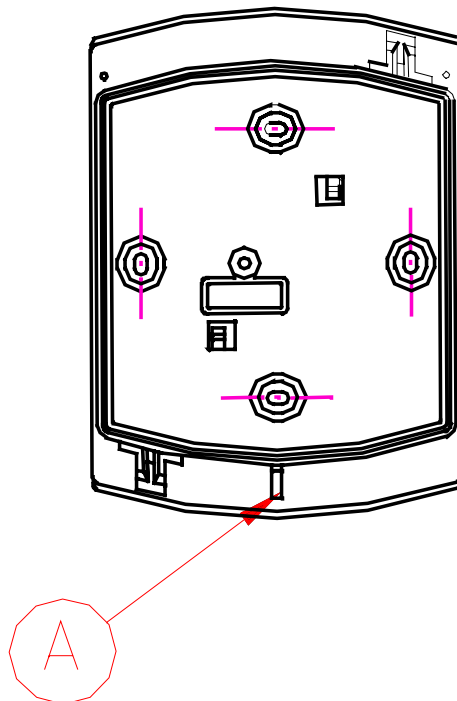

Abbildung 1: Montageausrichtung (A) nach unten
- *Die Gehäuseöffnung (A), (siehe Abbildung 1: Montageausrichtung) muß nach unten montiert werden!*